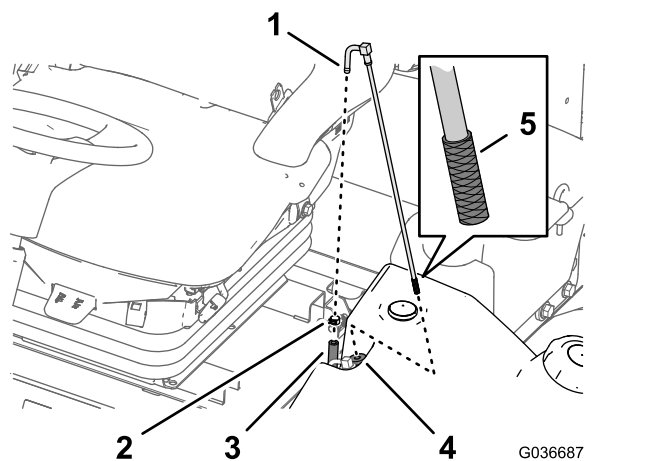

Рисунок 73
1. Снимите шланговый хомут, который крепит шланг подачи топлива к штуцеру топливозаборной трубки (Рисунок 73).
2. Отсоедините шланг от штуцера (Рисунок 73).
3. Извлеките топливозаборную трубку из топливного бака (Рисунок 73).
4. Очистите от загрязнений сетчатый фильтр на конце топливозаборной трубки (Рисунок 73).
5. Вставьте топливозаборную трубку в резиновую втулку и в бак (Рисунок 73).